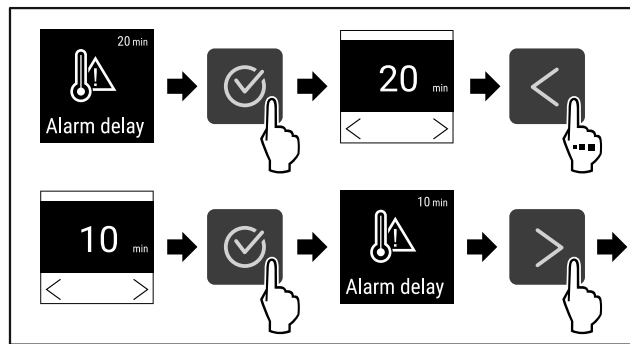

Fig. 99
- ▶ Провести етапи операцій (див. Fig. 99).